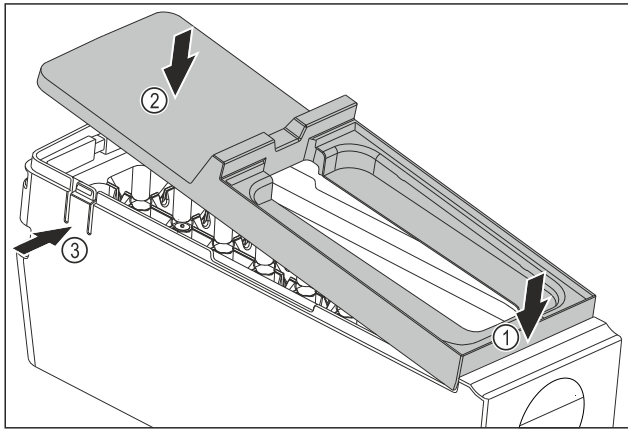

Fig. 109
- ▶ Смонтируйте крышку корпуса EasyTwist-Ice: Установите крышку спереди. Fig. 109 (1)
- ▶ Опустите крышку сзади. Fig. 109 (2)
- ▷ Крышка со щелчком фиксируется в накладках Fig. 109 (3).